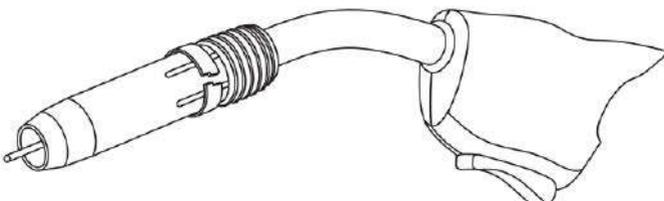

Рис. 8.6.5. Порядок заправки сварочной проволоки.
4. Заправьте сварочную проволоку (см. рис. 8.6.5).